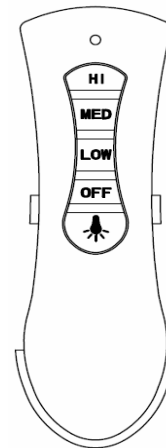

Abb. 14b
3. Legen Sie die Fernbedienung in die Halterung. (Abb. 14b)